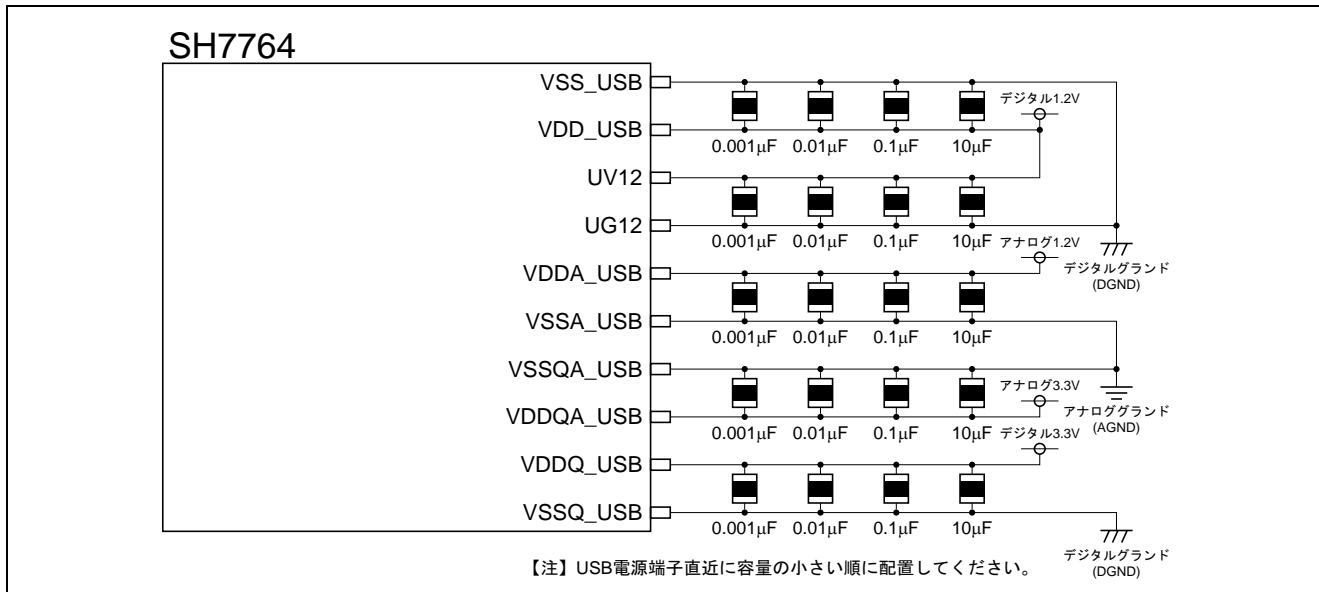

図 3 デカップリングコンデンサ配置例
- デカップリングコンデンサの容量値としては、 $0.001\mu\text{F}$ ,  $0.01\mu\text{F}$ ,  $0.1\mu\text{F}$ ,  $10\mu\text{F}$  の容量を USB 電源端子の直近に配置することを推奨します。図 3 にデカップリングコンデンサの配置例を示します。